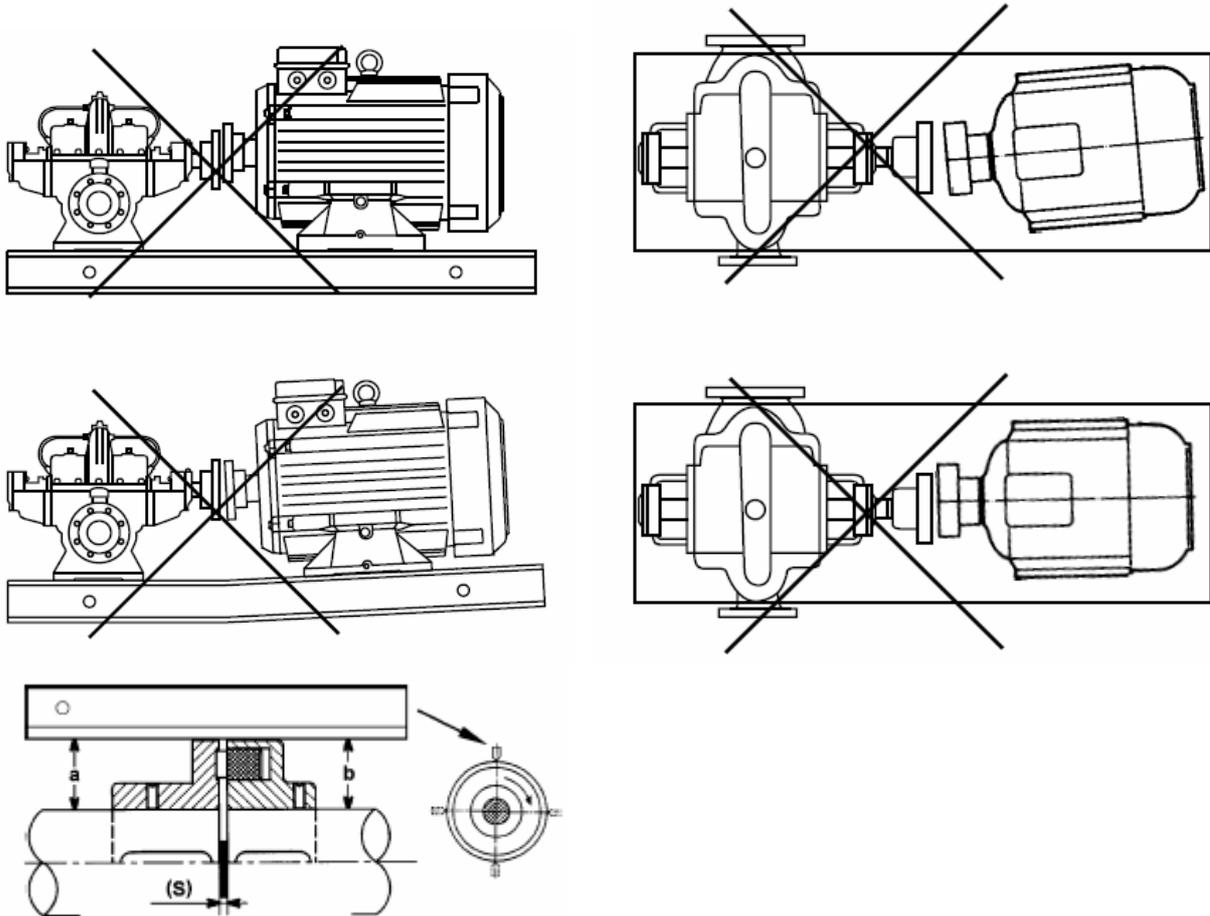

Рис.5
Упругая муфта не предназначена для корректировки неправильно отцентрированных валов насоса и мотора. Центрирование необходимо для того, чтобы вал насоса и мотора находились на одной оси (рис. 5).
- Центровка агрегата проведена правильно, если линейка положенная на обе части муфты во всех её положениях находится на одном и том же расстоянии от вала. Зазор между двумя частями муфты (S) должен быть одинаковым, согласно тех. описанию на муфту. Проверку зазора осуществлять щупом, калибром, шаблоном, рис.5. Зазор установленный на заводе изготовителе  $S=3-5$  мм.